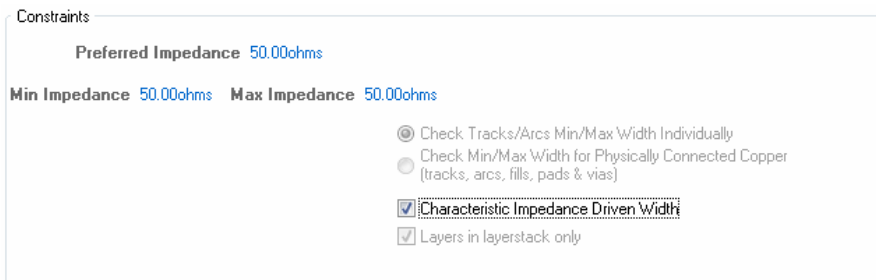

图 12-11 特征阻抗驱动走线宽度
6) Characteristic Impedance Driven Width（特征阻抗驱动宽度）：设置导线的特征阻抗，根据阻抗计算出导线宽度以实现阻抗匹配。选中该选项时，Constraints 区域变为图 12-11 所示，可以分别设置最小阻抗（Min Impedance）、首选阻抗（Preferred Impedance）和最大阻抗（Max Impedance）。